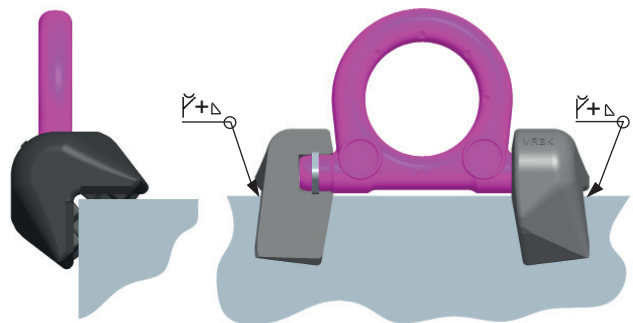

Abb. 3: Schweißnaht
10. Schweißen Sie im Anschluss die Decknähte. Beginnen Sie an der Innenseite. Die beschriebene Schweißreihenfolge muss zwingend eingehalten werden. Entnehmen Sie dazu sowohl Nahtart als auch Nahtgröße aus Abbildung 3 und Tabelle 4.